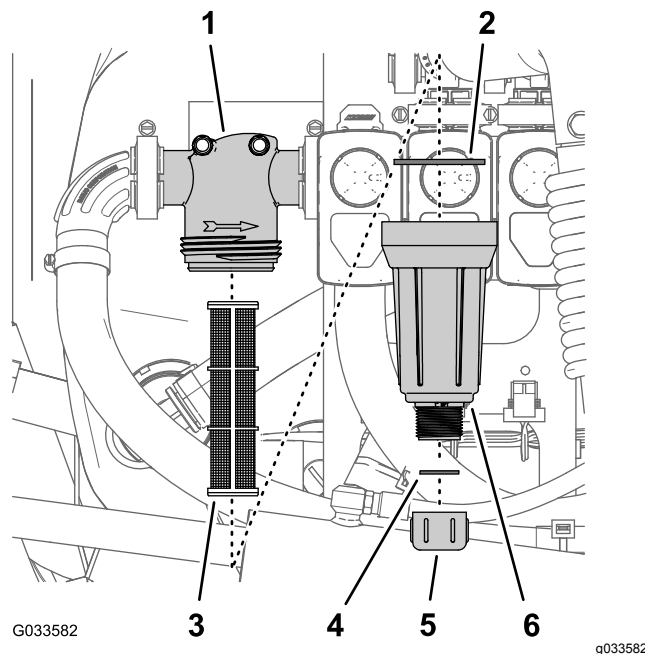

Figura 97
2. Coloque un recipiente de drenaje debajo del filtro de presión (Figura 97).
3. Gire el tapón de vaciado en sentido antihorario y retírelo de la cubeta del filtro de presión (Figura 97).
4. Enrosque la cubeta en sentido antihorario y retire la cabeza del filtro (Figura 97).
5. Retire el elemento del filtro de presión (Figura 97).
7. Inspeccione la junta del tapón de vaciado (situada dentro de la cubeta) y la junta de la cubeta (situada dentro de la cabeza del filtro) en busca de daños o desgaste (Figura 97).
8. Instale el elemento del filtro de presión en la cabeza del filtro (Figura 97).
9. Instale la cubeta en la cabeza del filtro, y apriétela a mano (Figura 97).
10. Coloque el tapón de vaciado en el acoplamiento inferior de la cubeta, y apriete el tapón a mano (Figura 97).